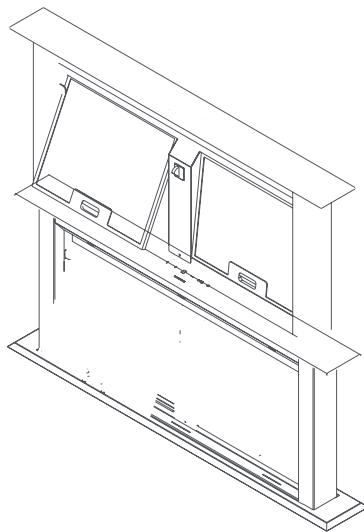

Fig. 6
2. ➡ Montera tillbaka fettfiltren genom att trycka på spärren i handtaget (Fig. 6).